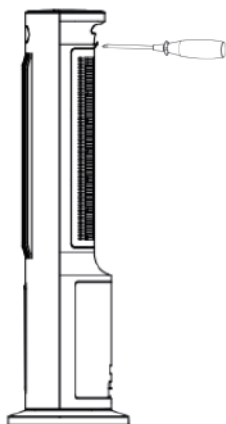

Fig.1
1. Como se indica en la Fig.1, primero abra la tapa del depósito de agua de la parte superior del aparato y, a continuación, añada agua con cuidado; no añada agua demasiado deprisa para evitar que rebose a los componentes eléctricos del interior del aparato, lo cual podría provocar una situación peligrosa. Deje de añadir agua cuando el nivel llegue a la línea "Máx.".